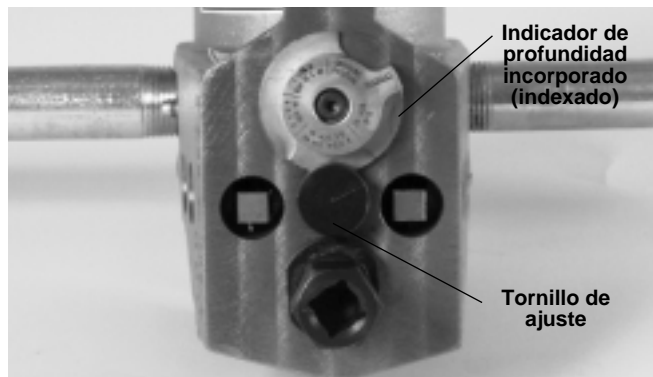

Figura 7 – Primer plano del indicador de profundidad incorporado (indexado) debajo del tornillo de ajuste, para establecer el tamaño del tubo
3. Ajuste el indicador de profundidad incorporado (indexado) de tal manera que el tamaño de tubo que se va a ranurar esté debajo del tornillo de ajuste (Figura 7).